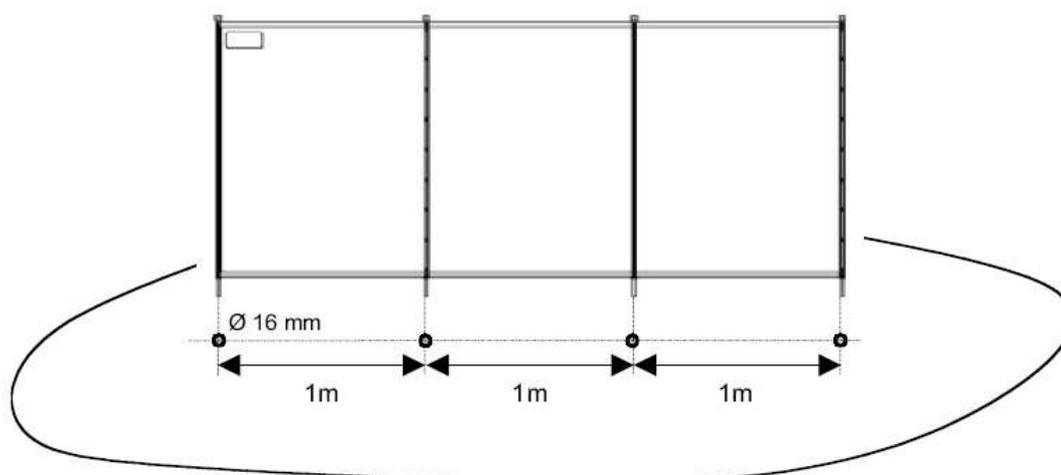

Figure 4. Percer les 4 trous dans le sol Ø16 mm et 100 mm de profondeur
2. Marquer l'emplacement des poteaux au sol. Les trous doivent être percés tous les mètres au minimum, de façon à obtenir une bonne tension entre chaque poteau et ainsi assurer une sécurité optimale (Figure 4). Si vous ne pouvez garantir cette distance entre chaque poteau (même de quelques centimètres), ajuster le filet à la bonne dimension (se reporter au paragraphe 3.2.3 - Découpe d'un module sur mesure).